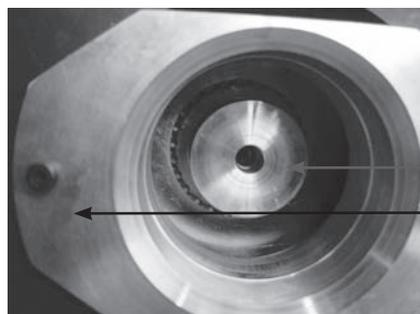

Fig. 9:
- Svitare la vite centrale (chiave SW4) di fissaggio dell'encoder (riferimento 3 fig. 9) sull'albero motore.
- Introdurre la rondella di supporto (rif. 1 fig. 9) sull'estremità dell'albero motore. Assicurarsi che sia posizionata correttamente picchiando con una chiave e un martello.
- Introdurre l'encoder nel pezzo di supporto (rif. 2 fig. 9) fissato sul freno, poi serrare la vite centrale Chc M5 X 50 (chiave dinamometrica SW4) a un valore di coppia di 5 Nm 0/+0,5 Nm. La vite con bloccafiletto può essere utilizzata al massimo 3 volte.